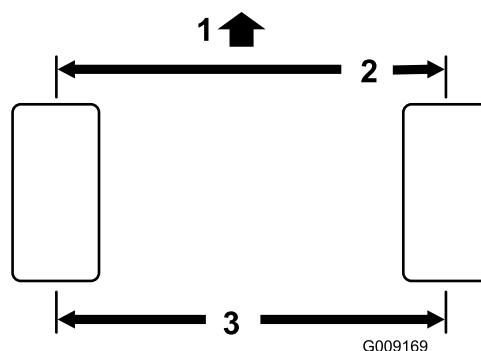

Figure 68
1. Mesurez l'entraxe (à hauteur d'essieu) à l'avant et à l'arrière des roues directrices. Le pincement à l'avant doit être inférieur de 3 mm au pincement à l'arrière (Figure 68).